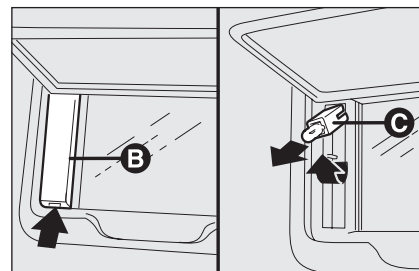

fig. 39
- ☐ enlever le transparent **B**-fig. 39 en faisant levier sur le point indiqué par la flèche;